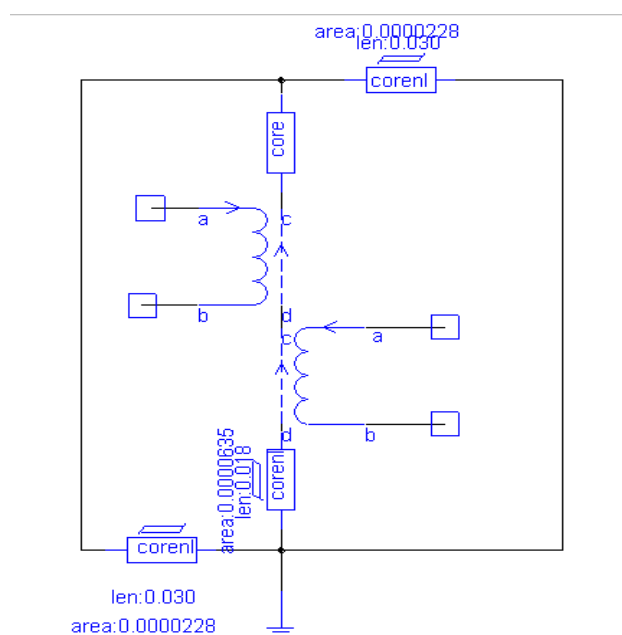

图 65
2、由磁芯的形状,可以把它看成双 E 型磁芯,根据它的外形尺寸,可以得到它的磁芯长度和面积以及气隙长度。得到初级绕组、次级绕组和磁芯尺寸和外形后,通过 Saber 的磁路结构法构造出平面脉冲变压器的结构如图 65 所示: